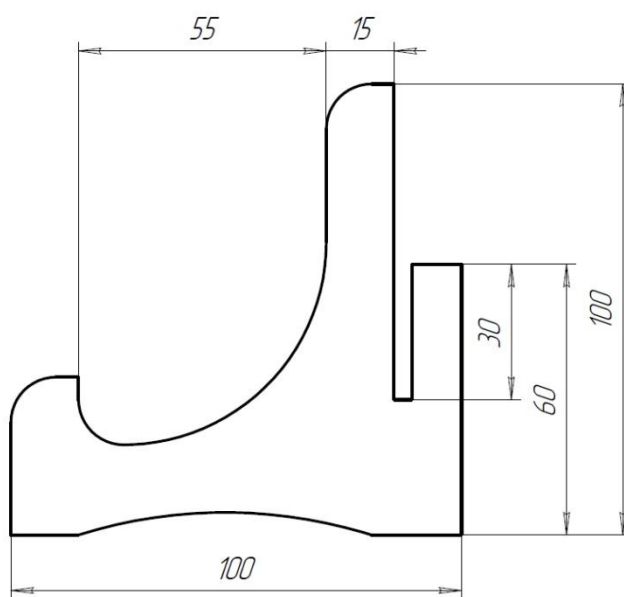

Рис. 4
1. С помощью рисунков (см. рис. 1; 2; 3) и чертежа детали №1 (см. рис. 4) сконструировать деталь №2. Изготовить детали и собрать подставку.